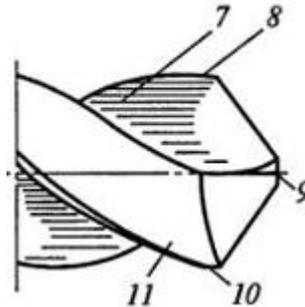

Рисунок 2.
- 2). В тетради схематично зарисуйте режущую часть сверла (рисунок 2):